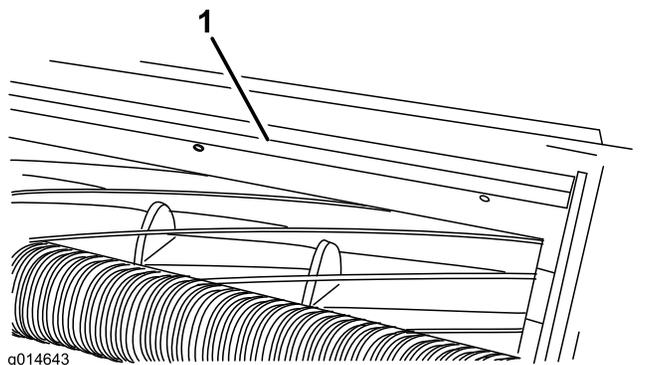

図 4
1. バー **図 4** をカッティングユニットに固定しているボルトをゆるめる。